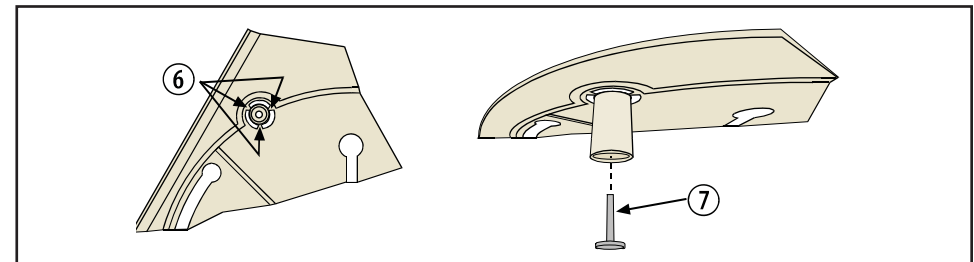

Bild 3.4: Sabotageskydd för tak
- Om du vill montera sabotageskydd för tak ska sabotagecylindern lossas genom att de 3 flikarna (6) kapas och därefter ska cylindern monteras i taket med en #8-skruv (7). Se *Bild 3.4 Sabotageskydd för tak*.